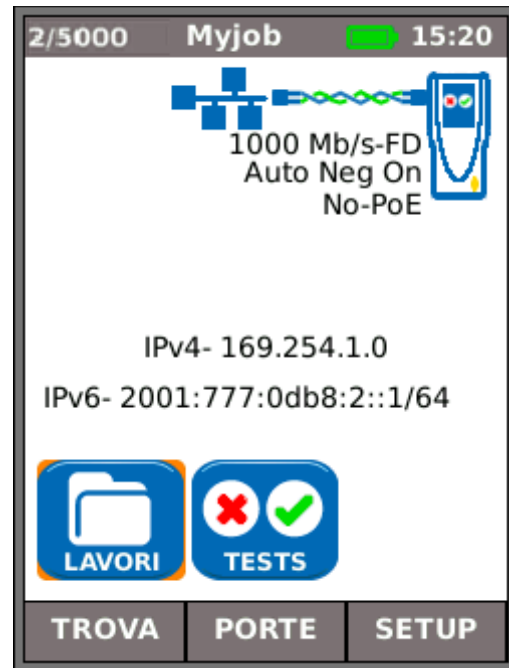

Fig. 9
(2) Quando l'unità prossimale è connessa a una rete attiva mediante cavo in rame o in fibra ottica, premere il softkey TROVA (F1) per visualizzare tutte le opzioni disponibili (Fig. 9). È possibile effettuare test IP. Per una descrizione completa di queste opzioni, vedere - *Descrizione del Menu Tests - Modalità Ethernet, pagina 25*.